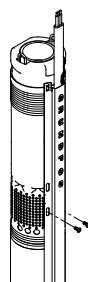

Fig. 7 Sujeción del guardacable al filtro de succión
3. Sujete el guardacable al filtro de la succión de la bomba con los dos tornillos autorroscantes suministrados, ver fig. 7.